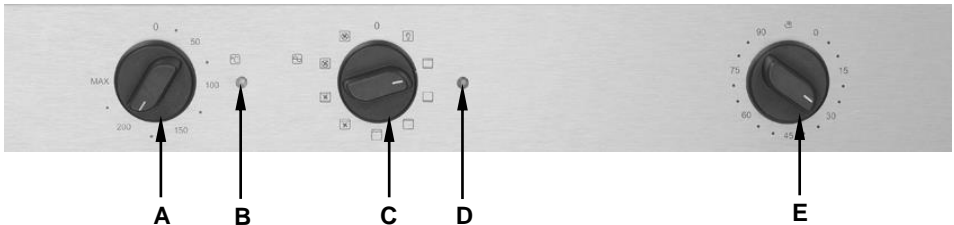

Fig. 4
- Encienda el aparato con la perilla de función (C, fig. 4) girándola en sentido horario hacia el ajuste deseado. Tenga en cuenta las instrucciones dadas en el punto **5.2.4 “Ajustes / Funciones”**.
- Se enciende la iluminación interior y el testigo de trabajo (D).
- Ajuste la temperatura deseada (25 °C - 250 °C) con la perilla de temperatura (A). Se enciende el testigo de calentamiento (B). Cuando se alcance la temperatura ajustada, el calentador se desconectará y el testigo de calentamiento se apagará.